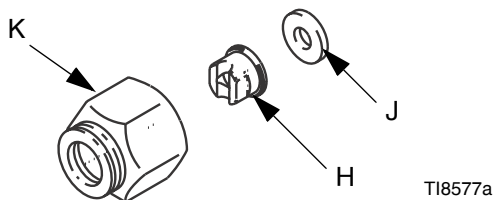

Рис. 7: Установка распылительного наконечника
2. Установите распылительный наконечник (Н) и прокладку (J) в стопорную гайку наконечника (К). Вкрутите этот собранный узел в пистолет. Затяните его с помощью ключа. Смотрите Рис. 7.
1. Для регулировки направления распыла для веерных наконечников, ориентируйте прорезь в наконечнике горизонтально для горизонтальной формы и вертикально для вертикальной формы. Смотрите Рис. 7.